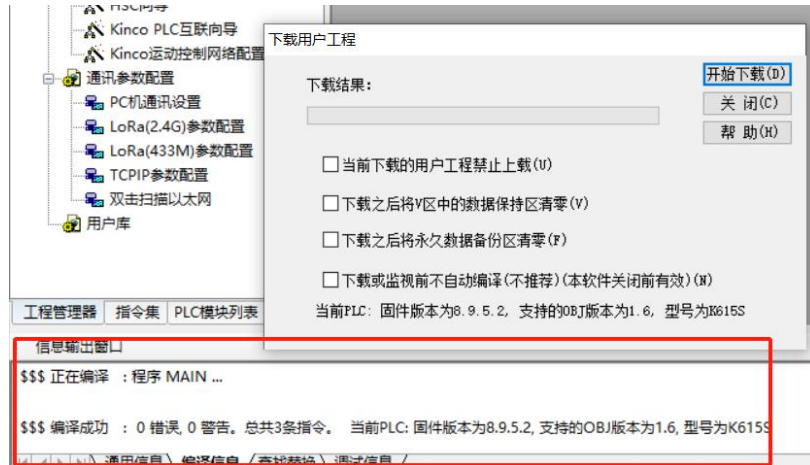

图 4.6-14 打开窗口时会自动编译
- 程序上传操作流程：在完成了 PC 与 PLC 的通讯连接后，通过菜单栏上的[PLC] → [下载...]或通过快捷键 [F8] 打开下载窗口，触发的同时软件会自动编译当前的工程，相关信息会展示在[信息输出窗口中]，如下图 4.6-14 所示。若编译通过，点击[开始下载(D)]，则可开始下载进程，成功下载完成后会在[信息输出窗口中]有提示，并显示当前设备的软件版本和型号等信息。